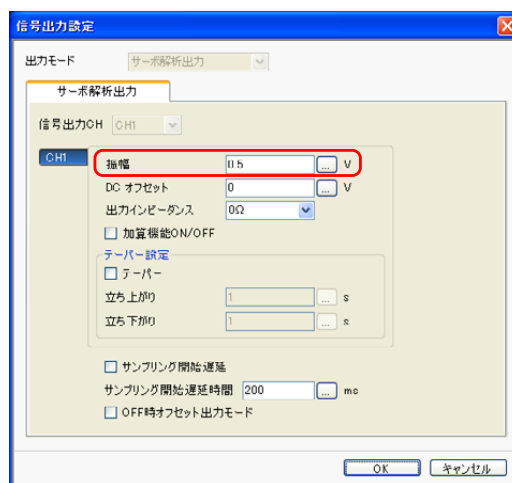

図 2 信号出力の設定例
- ⑥ 信号出力を設定します (図 2)。[入出力設定 (メニュー)] - [信号出力設定] から設定します。ここでは、正弦波の出力振幅を 0.5V としています。
- ⑤ 信号出力を設定します (上図 2)。[入出力設定 (メニュー)] - [信号出力設定] から設定します。ここでは、FRA 法と同じ設定としたいと思います。